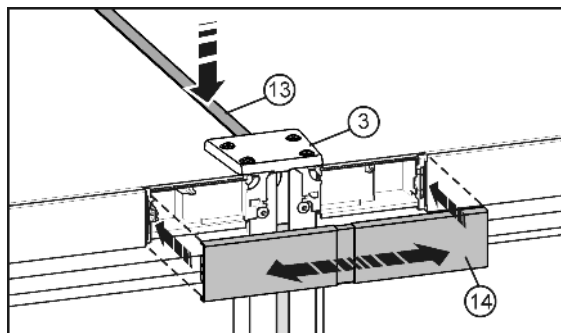

Fig. 10
- Sul lato superiore premere il listello corto Fig. 10 (13) nella fessura. Il listello deve finire a filo con la piastra di collegamento Fig. 10 (3) lungo il bordo anteriore.
- Innestare la copertura Fig. 10 (14) sull'interstizio ancora aperto delle due mascherine dei pannelli comandi. Prestare attenzione che i lati esterni della copertura siano a filo con le mascherine dei pannelli comandi. A questo scopo è possibile estrarre la copertura.